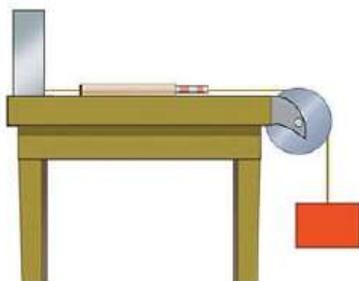

Figura 1
3. Pasen la cuerda por la polea simple, como muestra la figura 1.